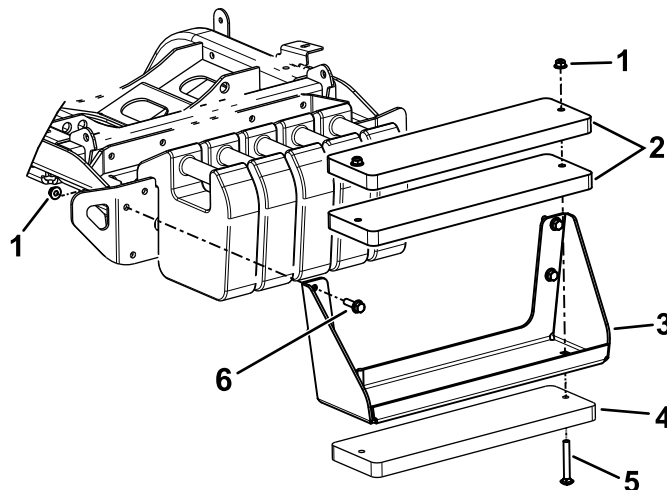

Figura 22
Nota: Consulte Figura 22 para estes passos.
- A. Utilize os parafusos ($\frac{3}{8}$ pol. x 4 pol.) e porcas ($\frac{3}{8}$ pol.) para prender os 3 pesos ao suporte (Figura 22).
- B. Utilize os parafusos e porcas hexagonais (incluídos no kit) para fixar o suporte de peso à máquina (Figura 22).
- A. Remova o suporte de peso da máquina (Figura 22).
- C. Utilize os parafusos ($\frac{3}{8}$ pol. x 4 pol.) e porcas ($\frac{3}{8}$ pol.) para prender os 3 pesos ao suporte (Figura 22).
- D. Utilize as ferragens previamente removidas para prender o suporte de peso à máquina (Figura 22).